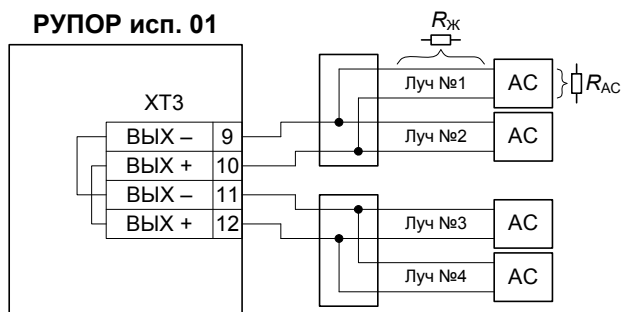

Рисунок 4
2.3.2 Типовая схема подключения АМ приведена на рис. 4 (для простоты расчетов примем, что все лучи имеют одинаковые параметры). Каждая акустическая система (далее – АС) может состоять из нескольких АМ, соединенных последовательно, параллельно или последовательно-параллельно. Мощность, потребляемая АС, равна сумме мощностей, выделяемых на каждом из АМ, входящем в состав АС.